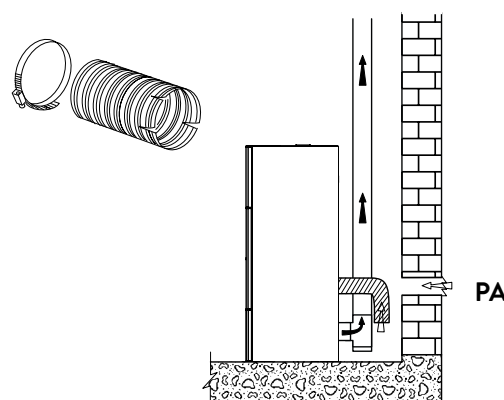

fig. 5.3
**Le poêle lors de son fonctionnement, prend beaucoup d'air (même modeste) dans l'environnement où il se trouve, cet air devrait être rétabli grâce à une prise d'air extérieur à la pièce (fig. 5.3 - PA = Bouche d'air).**